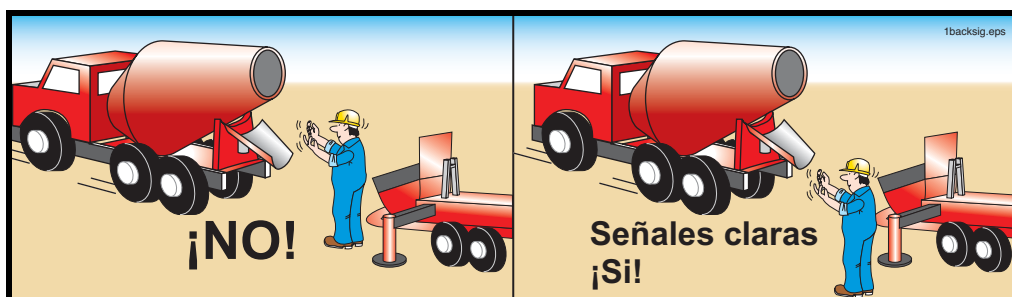

Figura 13
- 6.6 **⚠️ ADVERTENCIA** ¡Peligro de ser aplastado! ¡Nunca, pero absolutamente nunca, se interponga entre el camión del concreto premezclado y la bomba! Apártese a un costado, para que el conductor del camión pueda tenerlo a la vista en todo momento (Figura 13).
- 6.7 **⚠️ ADVERTENCIA** Cuando esté retrocediendo camiones de concreto premezclado, use señales de mano claras y concisas (Figura 13).